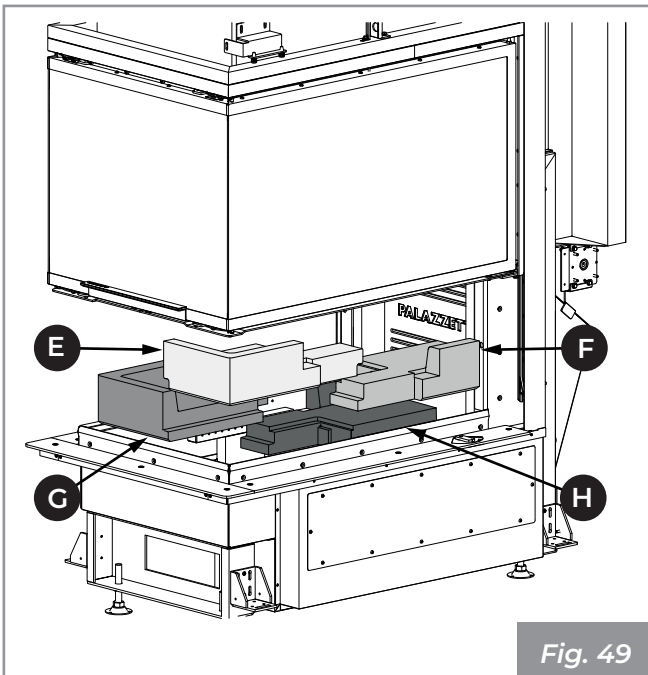

Fig. 49
- 3) Levantar y extraer en orden las bases en refractario (E, F, G, H) de la base y aspirar la posible ceniza depositada en los compartimientos de abajo (Fig. 49).